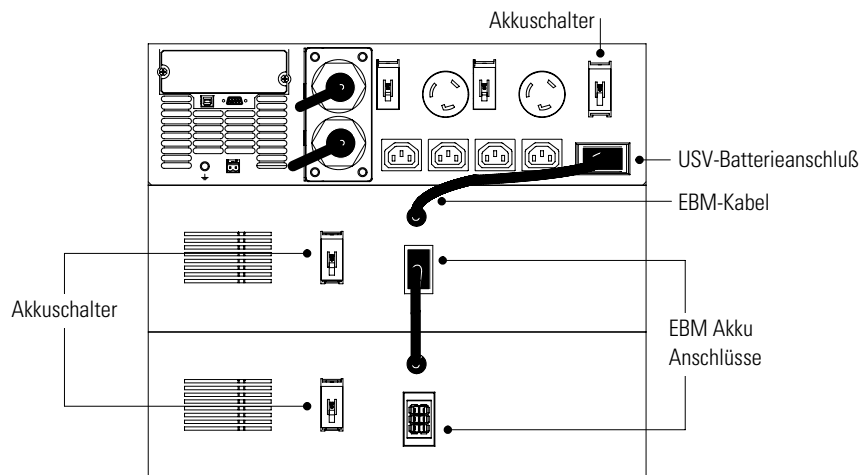

Abbildung 13. Typische EBM-Installation (hier Modell PW5125 5000)
1. Überprüfen, dass der Akkushalter an der Rückwand der USV ausgeschaltet ist (siehe Abbildung 13 auf Seite 16).
1. Überprüfen, dass sich alle Akkuschalter in der Stellung OFF befinden (siehe Abbildung 13).